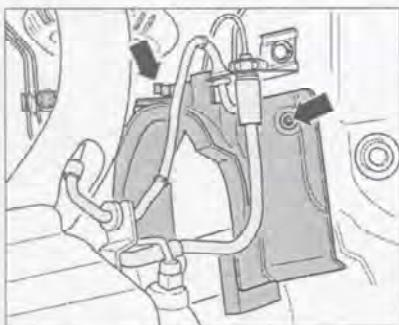

Рис. 7.33. Если установлены, снимите брызговики (стрелки) в нишах передних колес.
8. Если установлены, снимите брызговики (стрелки) в нишах передних колес (рис. 7.33).